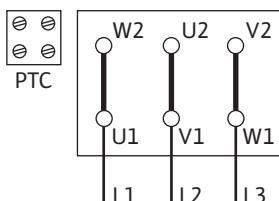

Fig. 14: Δ-koppling
- Nätanslutningen är beroende av motoreffekten P2, nätspänningen och tillslagstypen. Nödvändiga byglingar i kopplingsboxen anges i följande tabell samt Fig. 14, 15 och 16.